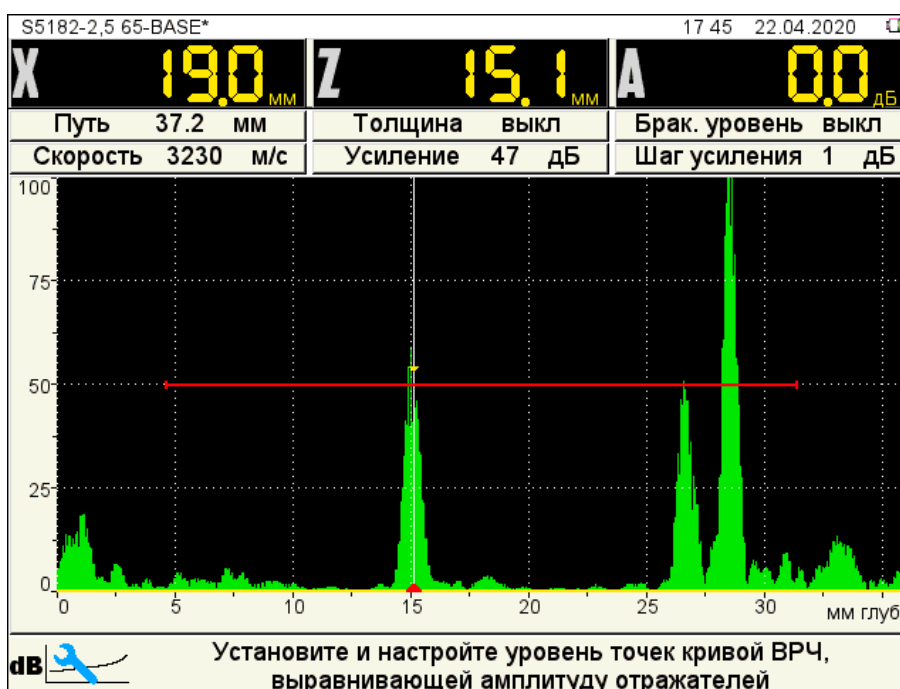

Рисунок 53
– установить измерительный курсор на первый отражатель и клавишей  установить узловую точку (рисунок 53);